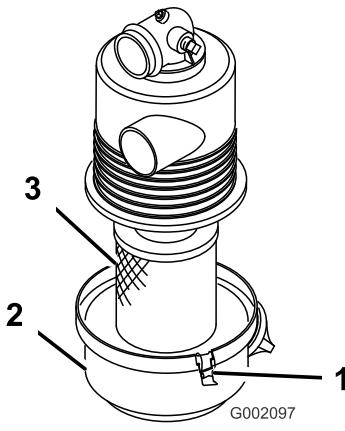

Figura 25
3. Liberte os trincos que fixam a cobertura do filtro de ar ao respectivo corpo. Retire a cobertura do respectivo corpo. Limpe o interior da cobertura do filtro de ar (Figura 25).
4. Faça deslizar o filtro para fora do corpo do filtro de ar, suavemente, para reduzir a quantidade de pó depositada no seu interior (Figura 25). Evite bater com o filtro no corpo onde se encontra alojado.